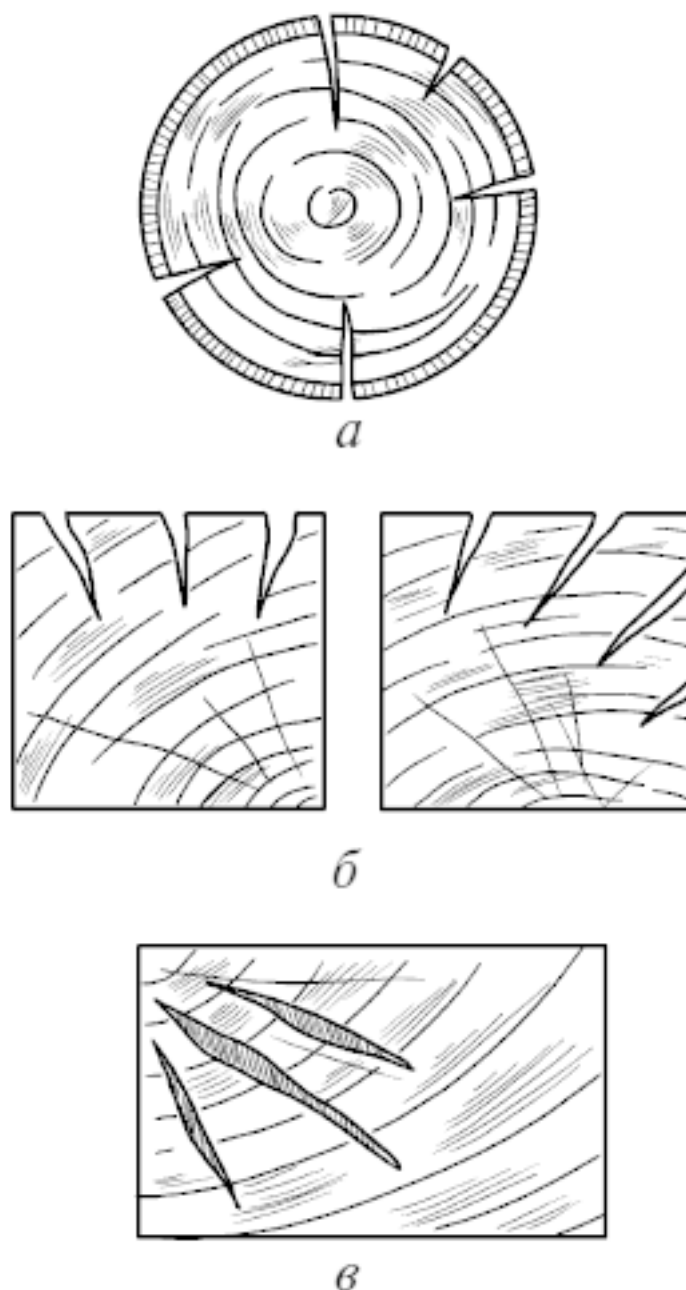

Рис. 6. Разновидности растрескивания древесины: а – наружные трещины на бревне; б – наружные трещины на бруске; в – внутренние трещины
2) растрескивание. После достижения растягивающими напряжениями предела прочности древесина покрывается трещинами – поверхностными в начале сушки и внутренними в конце (рис. 6). Последние присутствуют в высушенном материале и становятся причиной деформации деталей при механической обработке;